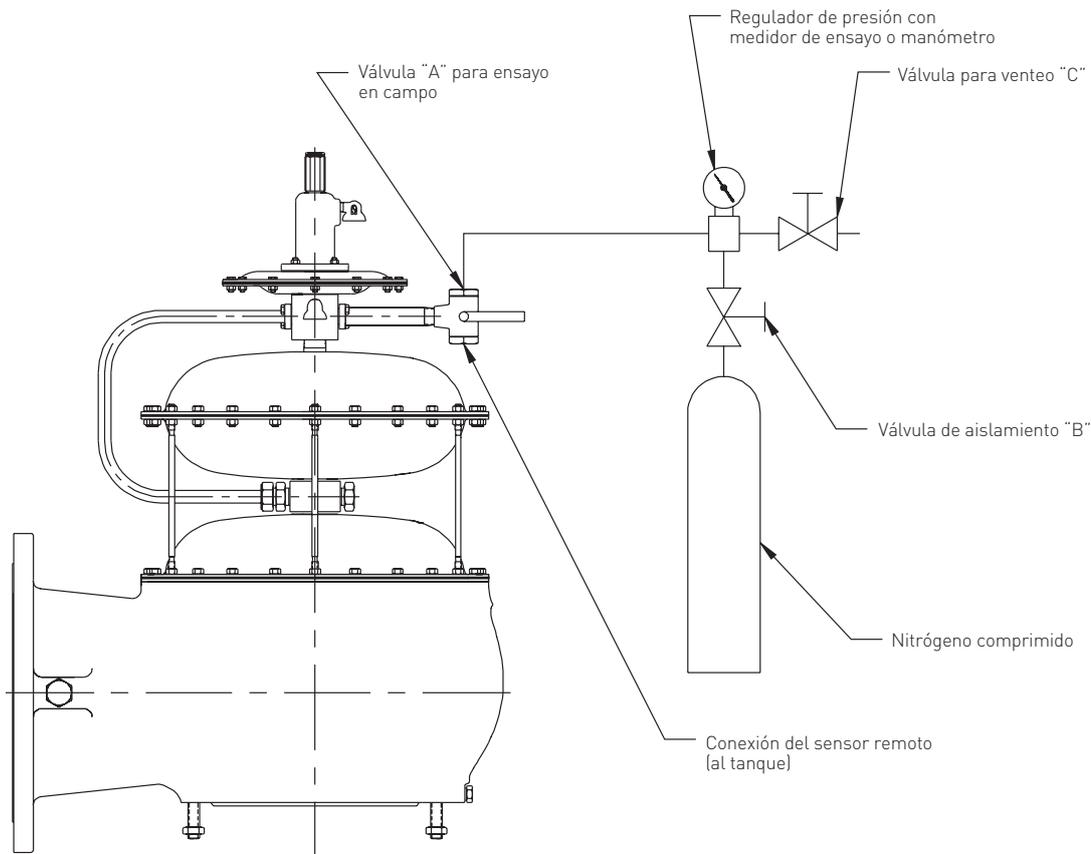

FIGURA 15
1. Conectar la botella de gas como se muestra en la Figura 15.